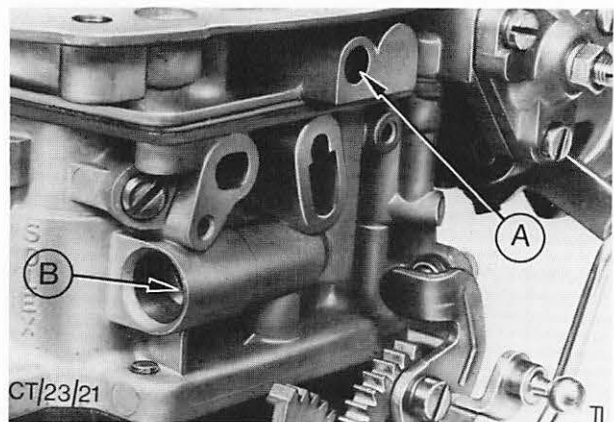
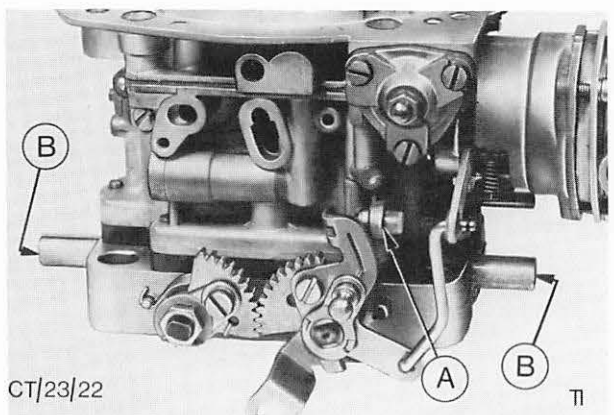

Abb. 81 C-Vergaser (Solex-Doppel-Vergaser mit Leerlauf-Umgemischsystem)
Abb. 82 Grundeinstellung des Leerlaufes
2. Leerlauf-Umgemischsystem prüfen und einstellen. Abb. 81.
- d) Innerhalb 10 bis 30 Sekunden, nachdem sich die Anzeigen stabilisiert haben, Leerlauf-Umgemisch-Einstellschraube B in Abb. 81 (im Vergasergehäuse) und Kraftstoff-Umgemisch-Einstellschraube A (im Vergaserdeckel) so justieren, daß bei der vorgeschriebenen Leerlaufdrehzahl der vorgeschriebene CO%-Wert am Prüfgerät angezeigt wird (siehe Technische Daten).
- a) Leerlauf-Umgemischsystem verschließen. Hierzu Leerlauf-Umgemisch-Einstellschraube B in Abb. 81 ganz eindrehen. Kunststoffkappen von der Drosselklappen-Anschlagschraube A und von den Gemischregulierschrauben B (Abb. 82) entfernen.
- c) Drosselklappen-Anschlagschraube A und Gemischregulierschrauben B (Abb. 82) so einstellen, daß bei der vorgeschriebenen **Grund-leerlaufdrehzahl** der vorgeschriebene **Grund-CO%-Wert** angezeigt wird. Die Korrektur des CO-Gehalts ist durch gleichmäßiges Verstellen beider Gemischregulierschrauben B vorzunehmen. Hineindrehen vermindert, Herausdrehen erhöht den CO-Anteil.